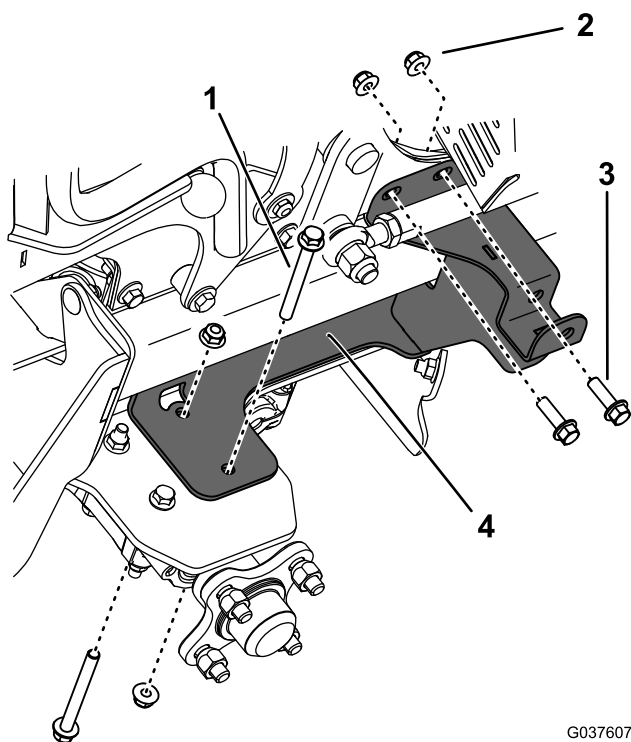

図 11
9. 右側取り付けブラケットから前ボルト2本とナット2個を外し、右側タワーパネルから前ボルト2本とナット2個を外す図 11。
定する図 11。ボルトは 37-45 N·m 3.7-4.6 kg.m =